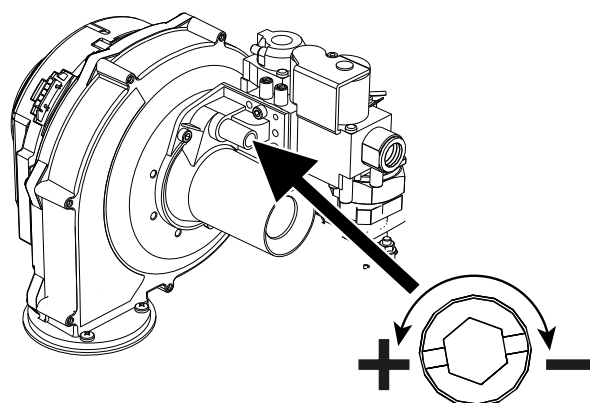

fig. 95 - Vite di regolazione della massima portata
- Nel caso in cui i valori non corrispondano a quelli indicati, regolare la CO₂ attraverso la vite di regolazione (vedi fig. 95) riportandoli a quelli indicati.